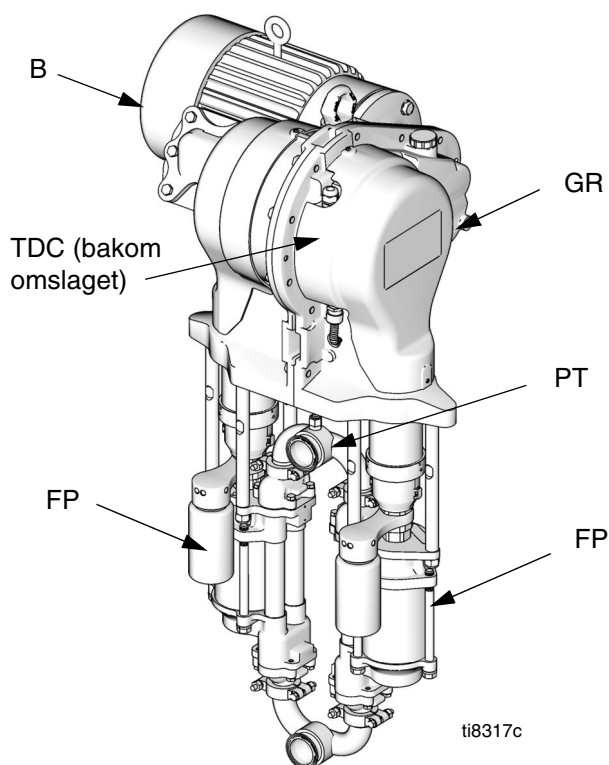
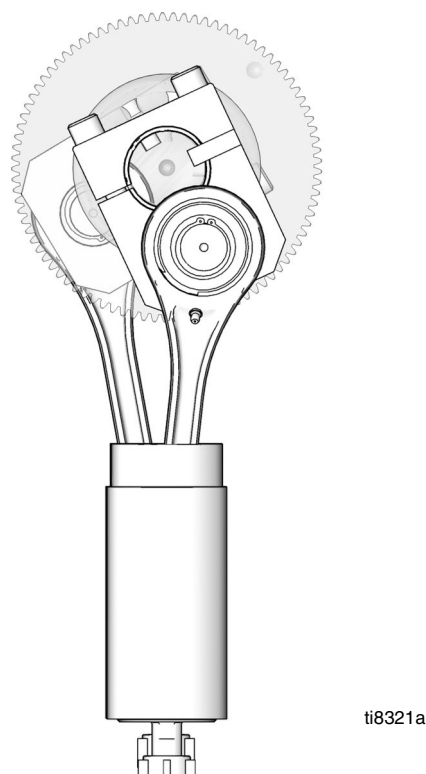

FIG. 1. Elektrisk cirkulationspump
FIG. 2. Jackett som visar balansstrykningens läge
En elektrisk motor (B) förser en 75:1 utrustningsreducerare (GR) som driver två vätskepumpar (FP) med input. Se FIG. 1. De två pumparnas strykningssplaceringar kompenseras för att uppnå konsistent flöde från pumpmonteringen. Se FIG. 2.